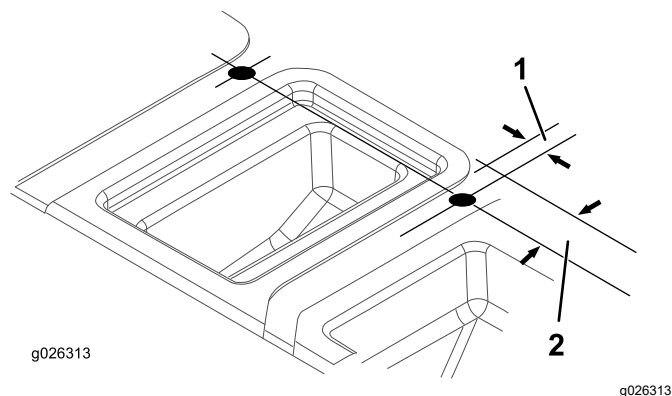

Figure 12
7. Percez un trou dans chacun des creux en haut du carénage du siège, comme montré à la Figure 12.